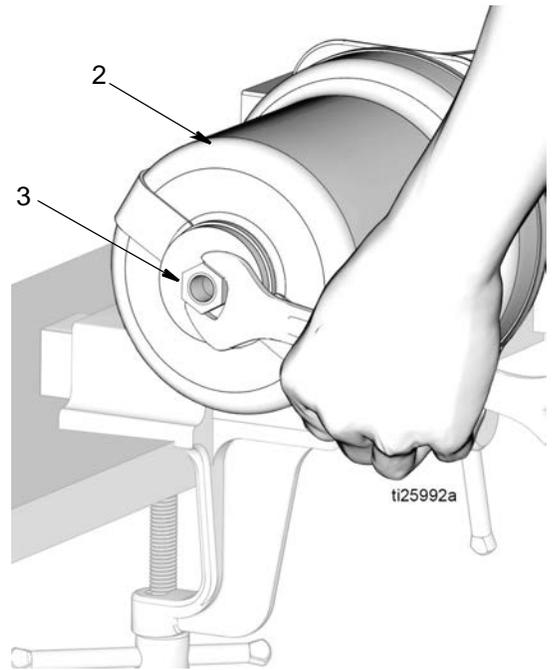

图 14
- 从气缸 (2) 的顶部拆下活塞防松螺母 (3) (图 14)。